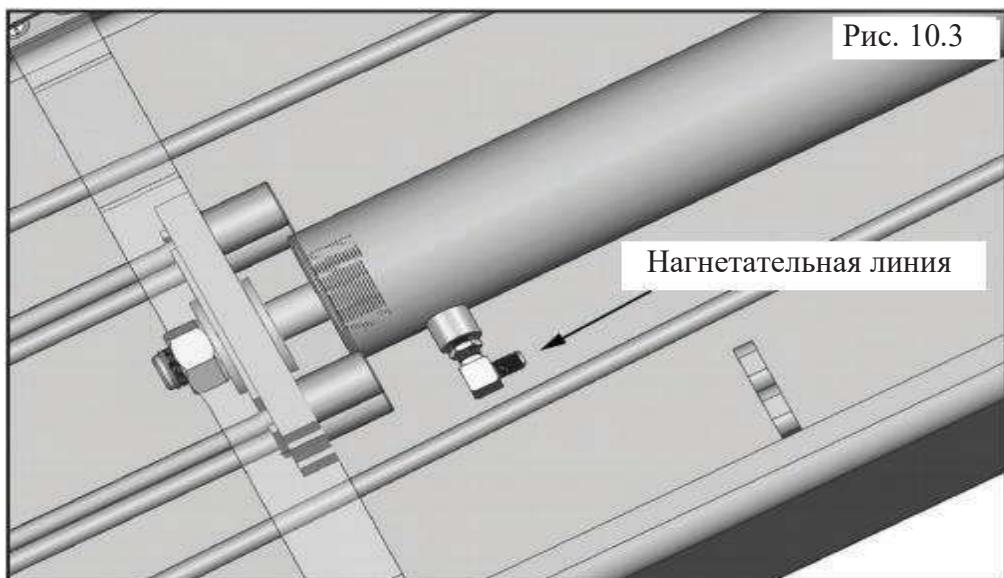

Рис. 10.3
2. Установите 90° угловой фитинг на гидроцилиндре со стороны направляющей. Рекомендуется использовать ФУМ-ленту или другой уплотнитель для резьбовых соединений, см. рис. 10.3.